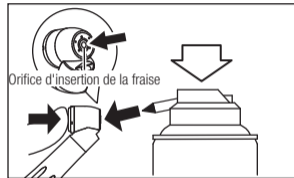

Fig. 13
- 2) Lubrifiez la griffe pendant 1 à 2 secondes directement via l'orifice d'insertion de la fraise. (Fig. 13)